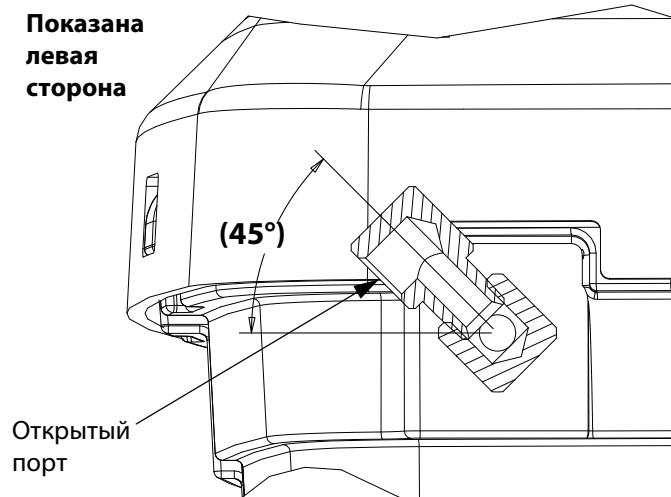

Рис. 21. Ориентация вентиляционных фитингов
При использовании комплекта циркуляции в бункере или шланге не заполняйте внешнюю оболочку полностью. Инструкции по заполнению см. в руководстве к комплекту циркуляции в бункере или шланге. Переполнение может привести к вытеканию нагревательной жидкости через вентиляционные фитинги во время запуска (см. Рис. 21).
- Вентиляционные фитинги можно устанавливать на любой стороне. Правильную ориентацию вентиляционных фитингов см. на Рис. 21.